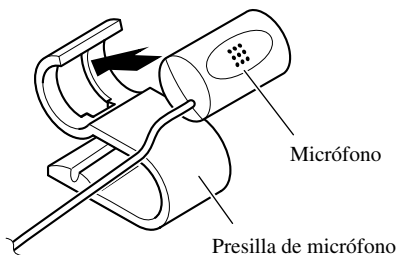

Fig. 16
1. Instale el micrófono en la presilla de micrófono. (Fig. 16)